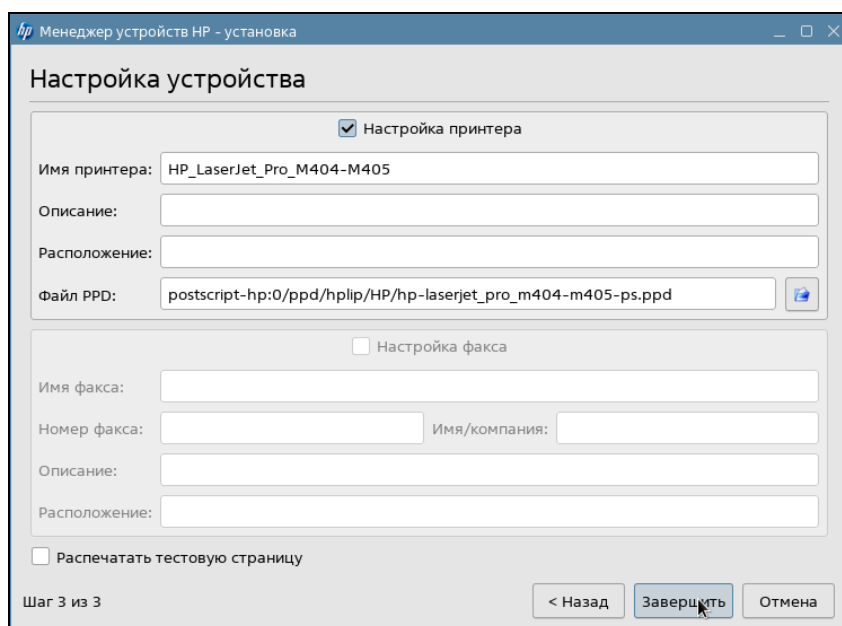

Рисунок 94 — Менеджер устройств HP. Настройка устройства
4) На странице **Настройка устройства** Ввести **Имя принтера** нажать на кнопку **Завершить** (рис. 94).